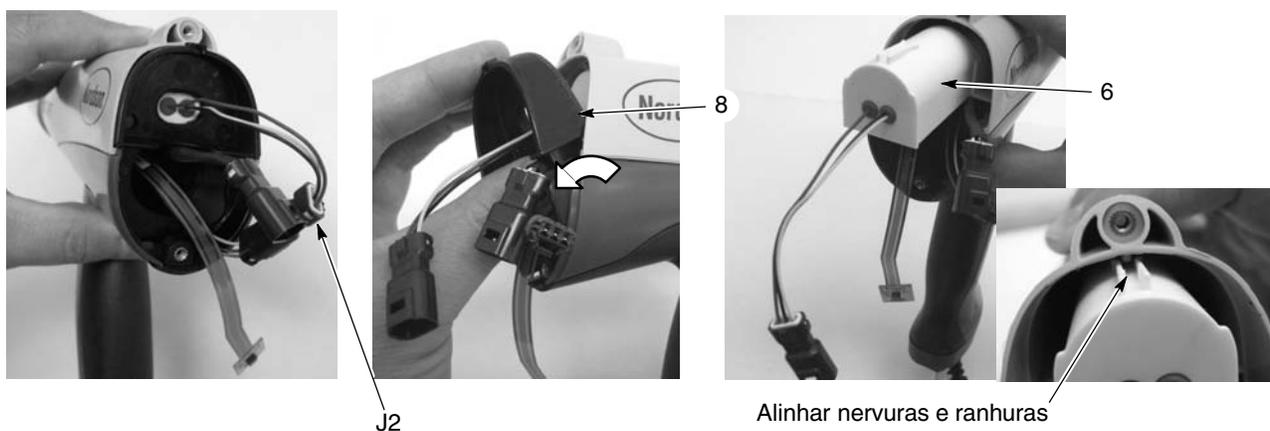

Figura 5-2 Substituição da alimentação eléctrica
2. Consulte a figura 5-2. Introduza uma chave de parafusos pequena na cavidade das fichas J2 do cabo da pistola/alimentação eléctrica para soltar o engate e desligar as fichas.
3. Puxe pela parte superior da antepara (8) e retire-a da pistola.
4. Deslize a alimentação eléctrica (6) para fora do corpo da pistola e puxe os fios da alimentação eléctrica e a ficha para fora da antepara.
11. Consulte a figura 5-2. Se retirou a alimentação eléctrica, enfie-a na cavidade superior do corpo da pistola, guiando as nervuras-guia dentro do corpo da pistola entre as ranhuras correspondentes da alimentação eléctrica.